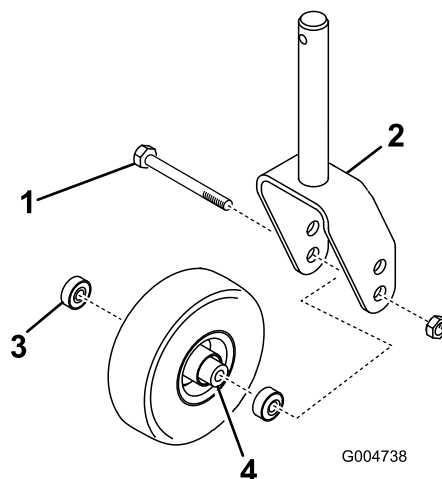

Figure 139
- Retirez le contre-écrou du boulon qui fixe la roue pivotante entre la chape ou le bras de pivot (Figure 139).
- Maintenez la roue pivotante et sortez le boulon de la fourche ou du bras de pivot (Figure 139).
- Enlevez le roulement du moyeu de la roue et laissez tomber l'entretoise à l'extérieur (Figure 139).
- Enlevez le roulement de l'autre côté du moyeu (Figure 139).